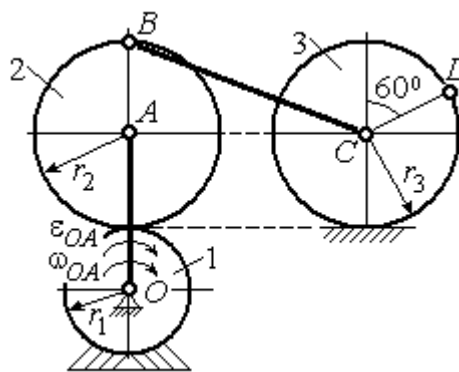

Рис. 2.32. Схема движения плоского механизма
**Задача 35.** По неподвижной шестерне 1 радиуса  $r_1$  обкатывается шестерня 2 радиуса  $r_2$ , насаженная в центре на кривошип  $OA$  (рис. 2.32). Кривошип  $OA$  вращается вокруг оси  $O$  с угловой скоростью  $\omega_{OA}$  и угловым ускорением  $\varepsilon_{OA}$ . На ободе шестерни 2 в точке  $B$  шарнирно прикреплен стержень  $BC$ , соединенный другим концом с центром  $C$  диска 3, катящегося без скольжения вдоль горизонтальной прямой. Радиус диска 3 равен радиусу шестерни 2:  $r_3 = r_2$ . Для положения механизма, изображенного на рис. 2.32, определить ускорение точки  $D$  и угловое ускорение стержня  $BC$ , если  $r_1 = 0,2 \text{ м}$ ,  $r_2 = 0,4 \text{ м}$ ,  $\omega_{OA} = 4 \text{ рад/с}$ ,  $\varepsilon_{OA} = 2 \text{ рад/с}^2$ . Длина стержня  $BC = 1 \text{ м}$ .